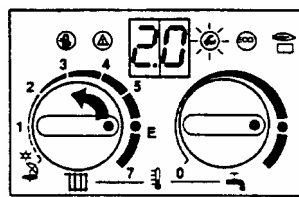

Рис. 49
- Повернуть регулятор температуры отопления до появления на дисплее "2.0", через 5 сек. высветится заданный режим работы "0." (нормальный режим), рис. 49.